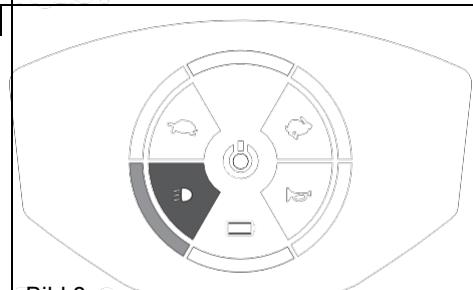

Bild 8
- Tryck på knappen [] en gång för att slå på strålkastaren och bakljuset. [] lyser på panelen. Lampan tänds på panelen. (Bild 8)
- Stäng av genom att trycka på knappen igen. Panelens [] lampa är släckt. (Bild 8)